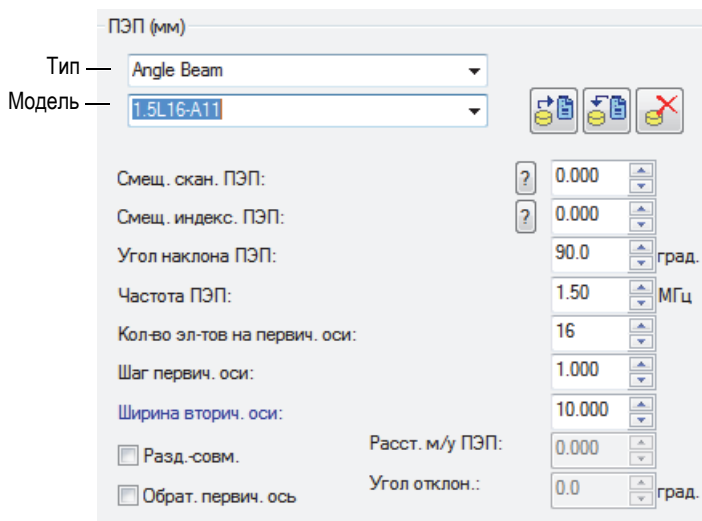

Рис. 4-6 Выбор преобразователя
- b) В зоне ПЭП выберите тип (**Наклонный**) и модель преобразователя (Рис. 4-6 на стр. 109).